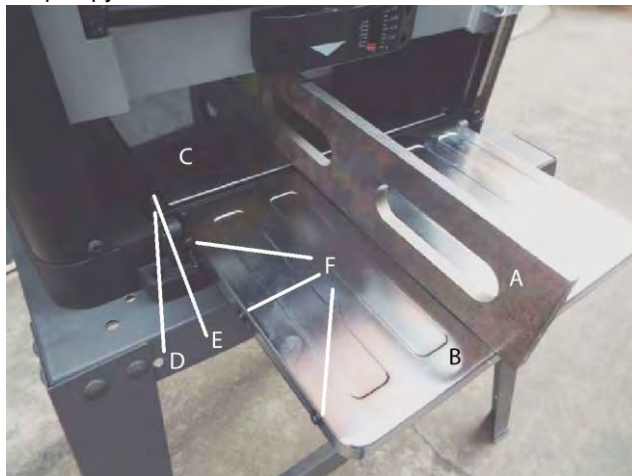

Рис. 4
1. Положите линейку (A) на стол станка (C) так, чтобы один конец линейки располагался над столом подачи (B). См. Рис. 4
3. Если необходима регулировка, поднимите стол, ослабьте контргайки (D) и отрегулируйте болты (E) с каждой стороны стола, пока стол подачи не окажется на одном уровне со столом станка. Это откорректирует положение внешней кромки стола.